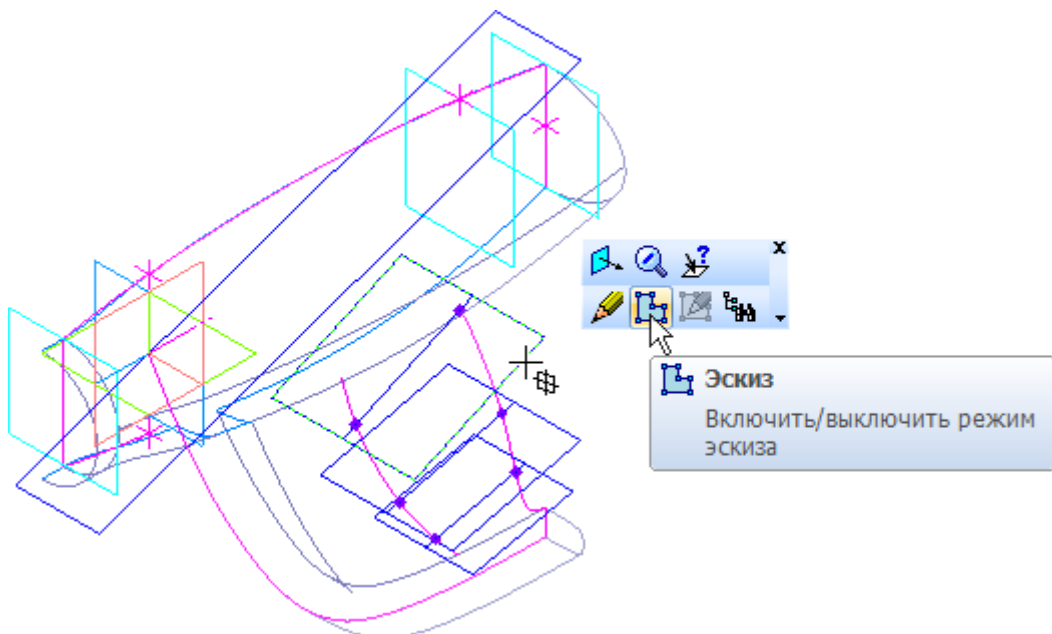

Рисунок 29.
- Создайте эскиз на Плоскость через ребро и грань:1 (рис.29).